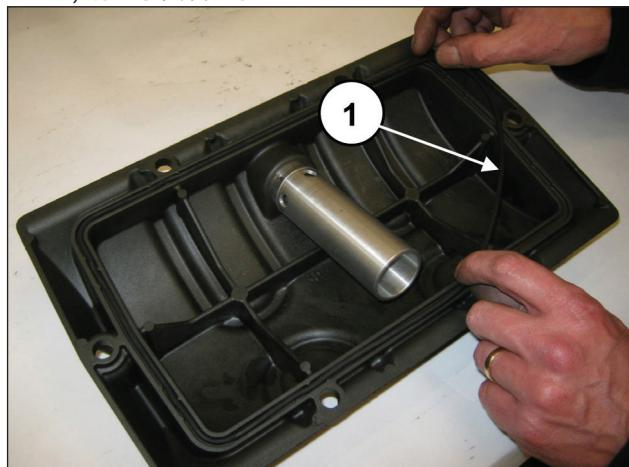
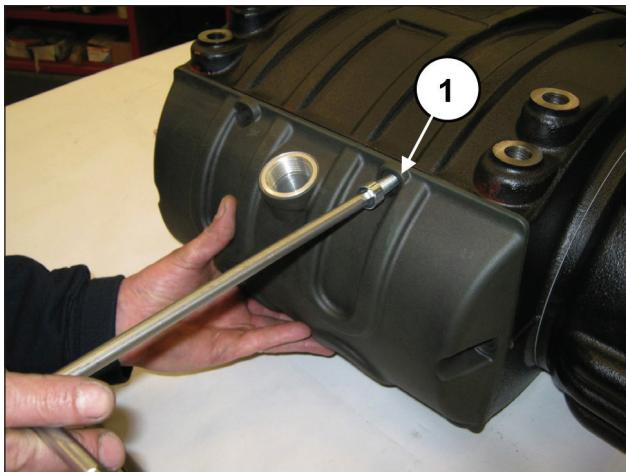

图 72
图 73
将O形圈插入后盖 (①, 图 72) 并使用6个M10x30螺栓 (①, 图 73) 将盖子安装到泵壳上。